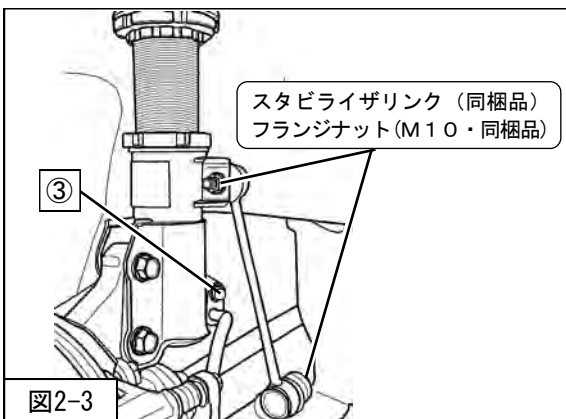
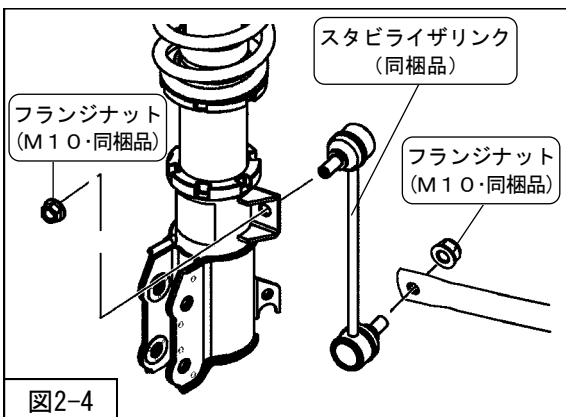

図2-3
図2-4
- 5. ③ブレーキホース取付ボルト（締付トルク：22N・m）を取付けてください。（図2-3）
フランジナット（M10・同梱品）（締付トルク：39N・m）を取付けてください。（図2-3・図2-4）